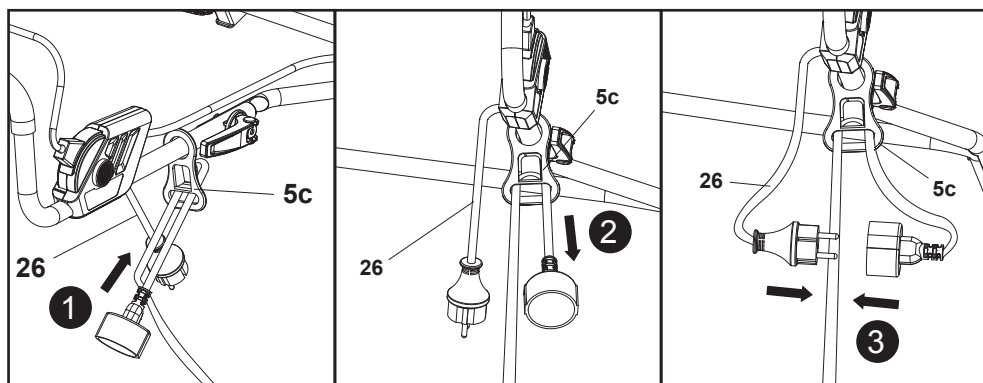

Fig. 10
1. Îndoiaie înapoi cablul prelungitor la aproximativ 40 cm față de capăt și introdu bucla prin gaura suportului de cablu (5c) (Fig. 10, pasul 1), apoi agață bucla pe cârlig.
2. Trage cablul prelungitor peste suportul de cablu (5c) și trage ușor de el pentru a te asigura că este bine fixat (Fig. 10, pasul 2).
3. Conectează cablul de alimentare (26) la mufa cablului prelungitor (Fig. 10, pasul 3).